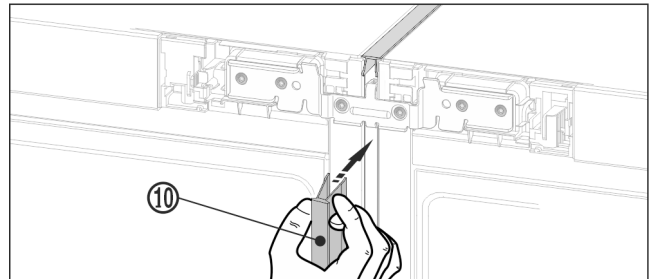

Fig. 21
- ▶ Në pjesën e përparme, ngjishni shiritin mbulues Fig. 21 (10) të gjatë në hapësirën vertikale. Këtu bëni kujdes që shiriti të qëndrojë në llamarinën e bashkimit.